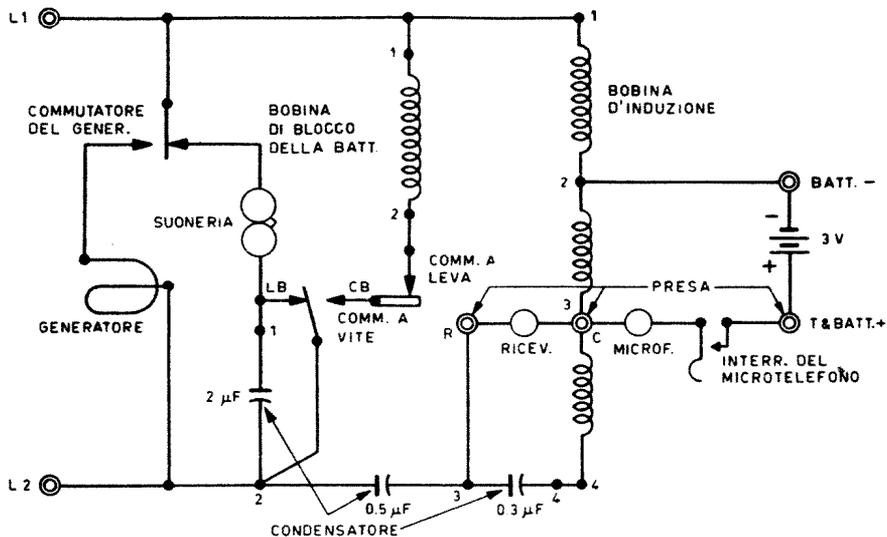

Fig. 22 - Schema dimostrativo del telefono EE-8-B-I.
e. *Bobina d'induzione.* — La bobina d'induzione C-105-I è un autotrasformatore con un avvolgimento continuo provvisto di prese terminali 2 e 3 in modo da formare la sezione 1-2, la sezione 2-3 e la sezione 3-4 (schema fig. 22).
- 3) schema dimostrativo completo (fig. 22);